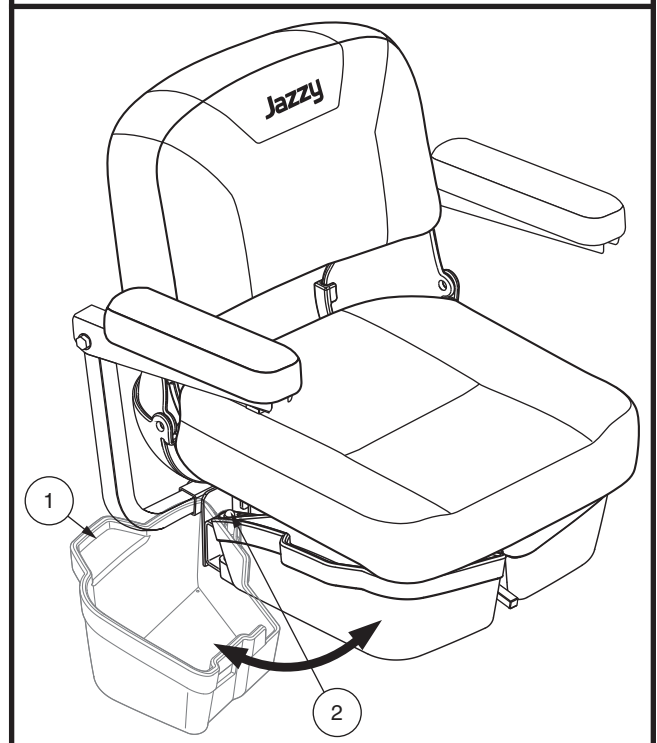

Figure 28. Stockage sous le siège
1. Soulevez légèrement le loquet situé sur le côté du bac de stockage sous le siège (**voir figure 28**) et pivotez le bac de stockage sous le siège vers l'extérieur et hors du Travel Scooter.
1. Soulevez légèrement le loquet situé sur le côté du bac de stockage sous le siège (**voir figure 28**) et pivotez le bac de stockage sous le siège vers l'extérieur et hors du Travel Scooter jusqu'à qu'il soit complètement ouvert.
2. Si équipé, retirer le stockage sous le siège. **Voir la figure 28.**
7. Si  quip e, installez le stockage sous le si ege. **Voir la figure 28.**